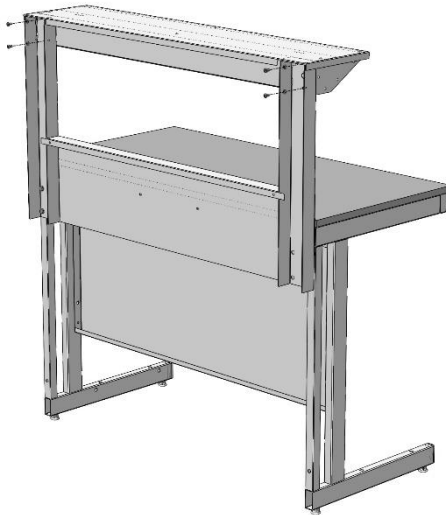

Рис. 4. Фиксация полки надстройки
- 6.6. Зафиксировать полку надстройки сзади используя винты М6х12 мм и шайбы 6 (Рис. 4).